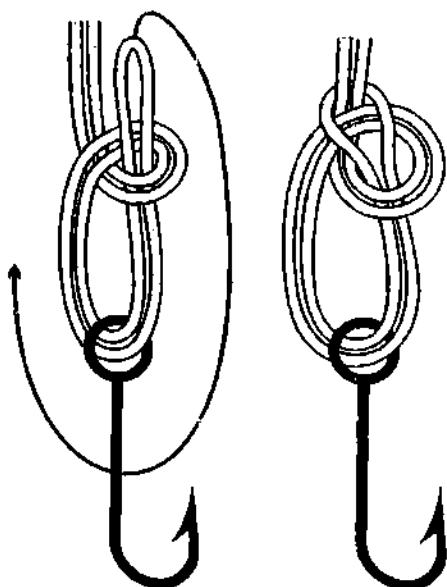

Рис. 697. Двойной беседочный узел.
**Калифорнийский узел** является модифицированным **двойным беседочным узлом** (рис. 697), у которого фиксированная петля на крючке совершено лишняя. Калышка у **двойного булиня** была заменена на **простой узел**, который позволяет затягиваться и петле и самому узлу.